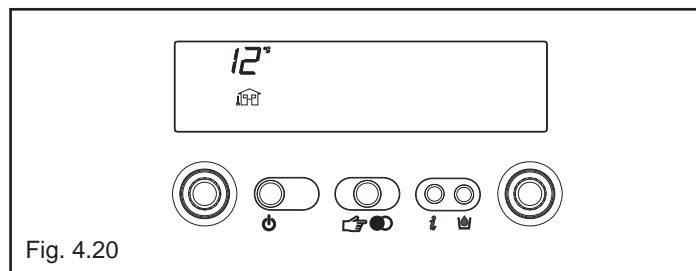

Fig. 4.20
**Info 1** solo con sonda esterna collegata, visualizza la temperatura esterna (esempio 12 °C) (fig. 4.20).